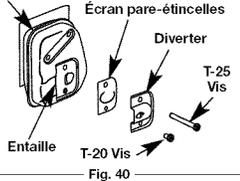

Fig. 40
2. Avec un tournevis plat ou une douille Torx T-20 et T-25, dévissez les vis attachant la couverture du pare-étincelles au pot d'échappement. (Fig. 40).